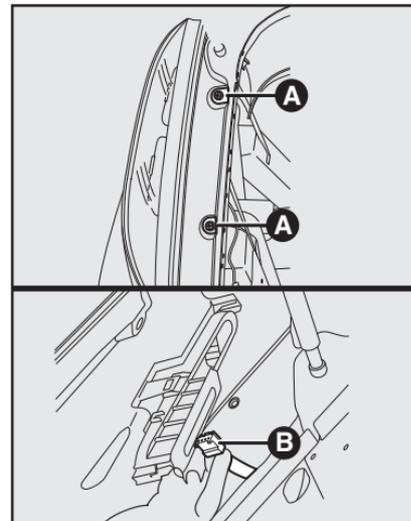

fig. 23
GRUPOS ÓTICOS TRASEIROS - fig. 23 e fig. 24
- Retirar os parafusos de fixação **A-fig. 23**;
- Desconectar o conector elétrico **B-fig. 23** e remover o grupo óptico;